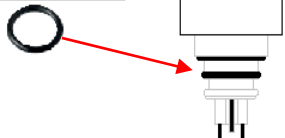

Abb.6
3. Setzen Sie den mitgelieferten O-RING von unten ein und positionieren Sie ihn unter der Befestigungsmutter des Heizelements. (Fig. 6)